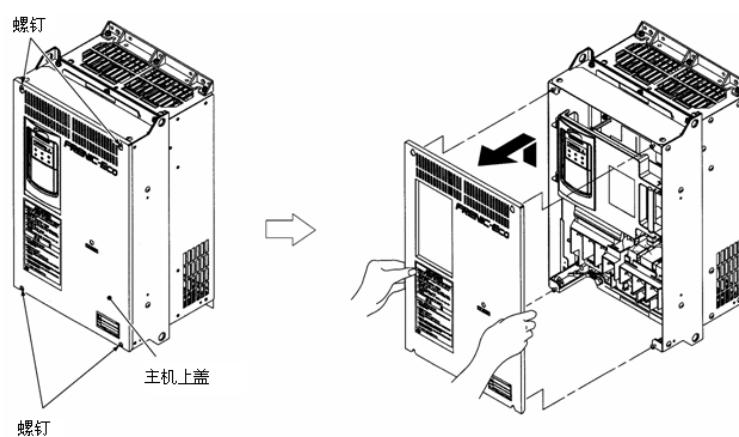

图 2.6 盖的拆除・安装 (FRN37F1S-4C)
(2) 37~160kW
- ① 请拧松主机上盖的螺钉，用双手抓住主机上盖的左右两端向上滑动，拆下。
- ② 请将盖上的孔对准主机上盖上部，按照图 2.6 的相反顺序进行安装。